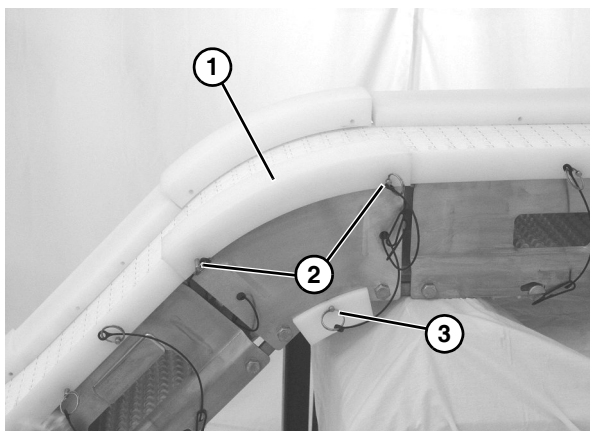

**Figura 8**
1. Deslice la cinta (**Figura 8, ítem 1**) sobre las articulaciones por encima de las bandas de desgaste.